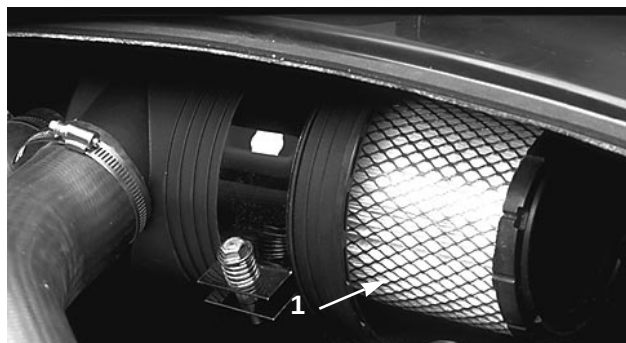

Fig. 20
2. Skub forsigtigt filteret (Fig. 20) ud af luftfilterhuset for at reducere den mængde støv, som løsnes. Undgå at støde filteret mod luftfilterhuset.